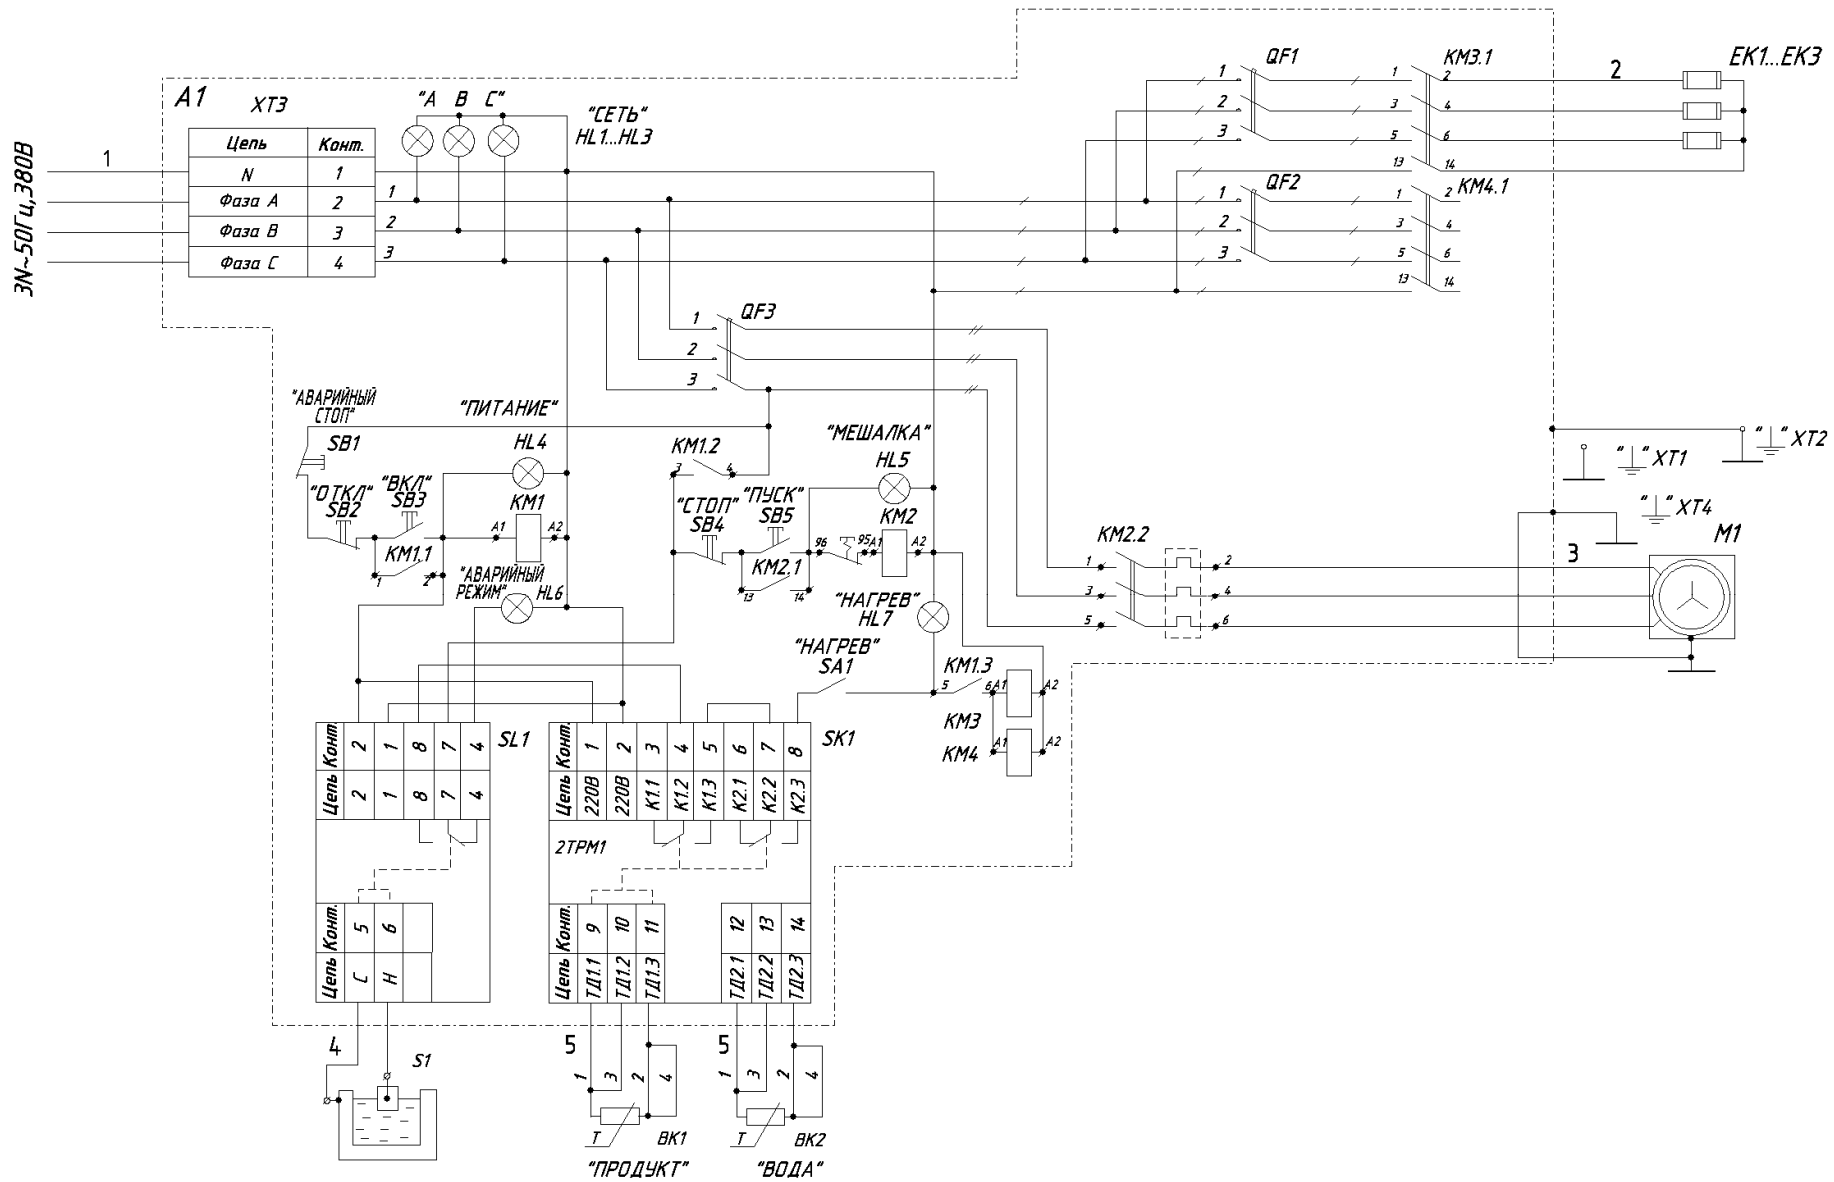

Рисунок 2. Ванна длительной пастеризации ИПКС-011(Н).
6.4 Подключить входной кабель к питающему напряжению 3N~50Гц, 380В (рисунок 2, 3). Питающее напряжение должно подаваться через внешний автоматический